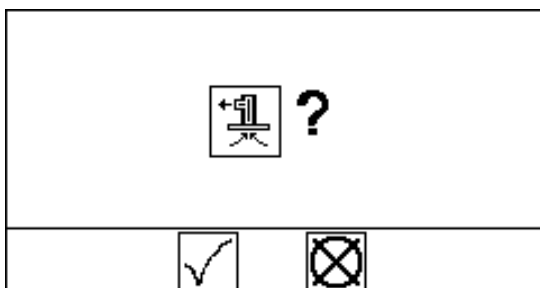

Рис. 20: Подтверждение прокачки
5. Нажмите кнопку прокачки насоса . На экране отобразится запрос о подтверждении. См. Рис. 20. Выберите , чтобы начать прокачку.